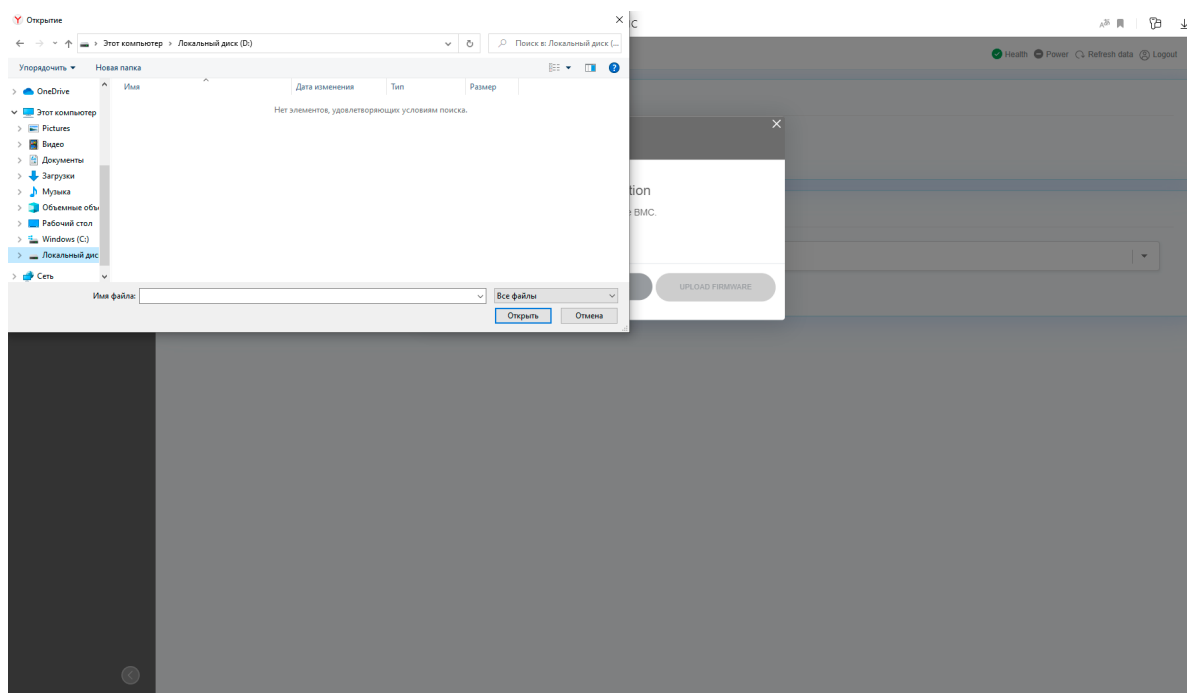

Рис. 97. Выбор директории с новой версией BMC
- 4) В нужной вам директории выберите файл с новой версией обновления BMC. Окно показано на рис. 97